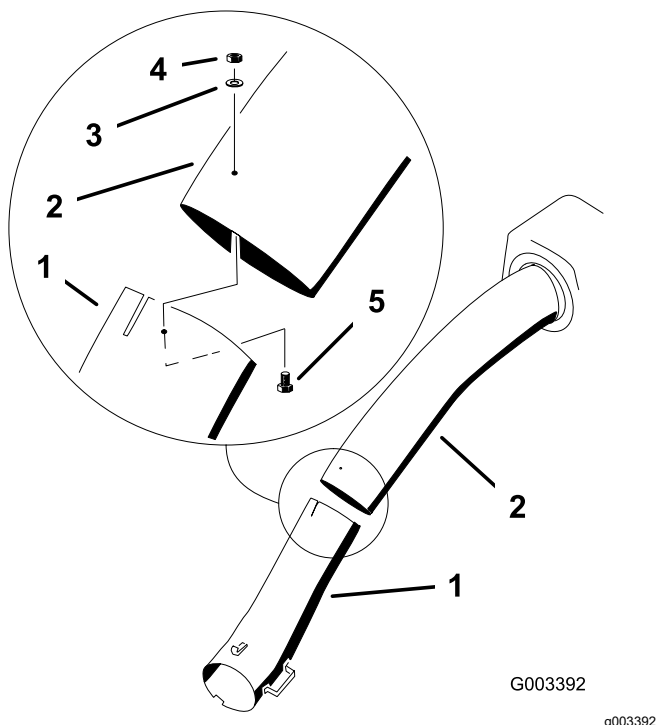

Figura 29
14. Una los tubos superior e inferior con 3 pernos (Nº 10 x 3/4"), 3 arandelas planas (7/32"), y 3 contratueras (Nº 10), según se muestra en la figura Figura 29.